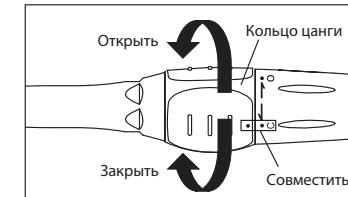

Рис. 2
- 1) Поверните кольцо цангги, чтобы открыть зажимной механизм. (Рис. 2)
- 3) Поверните кольцо цангги, чтобы зафиксировать бор. (Рис. 2)
- 1) Поверните кольцо цанги, чтобы открыть зажимной механизм. (Рис. 2)